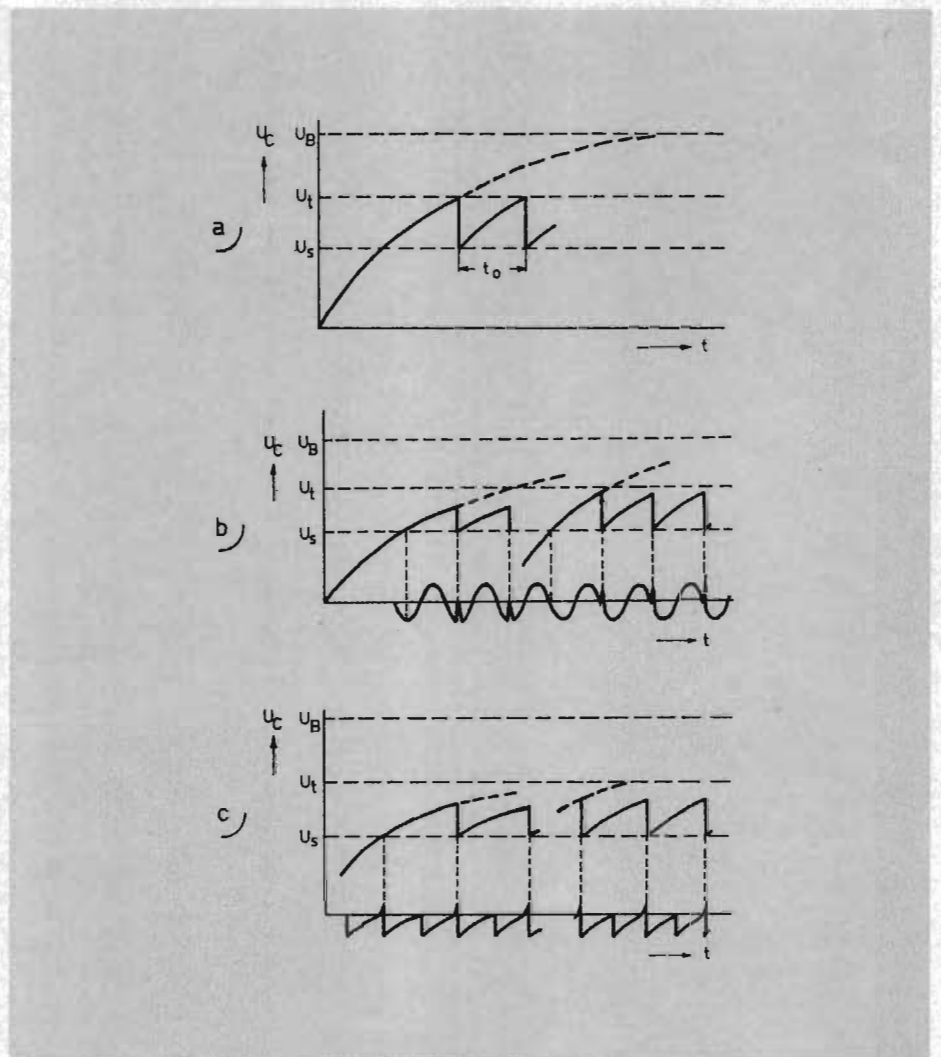

Fig 3
a) Schema för en frivängande glimlampsoscillator. b) Schema för en med sinusvåg synkroniserad glimlampsoscillator. c) Schema för en med sågtandspänning styrd glimlampsoscillator. Frekvensdelning 2:1 erhålles. Jfr fig. 3.